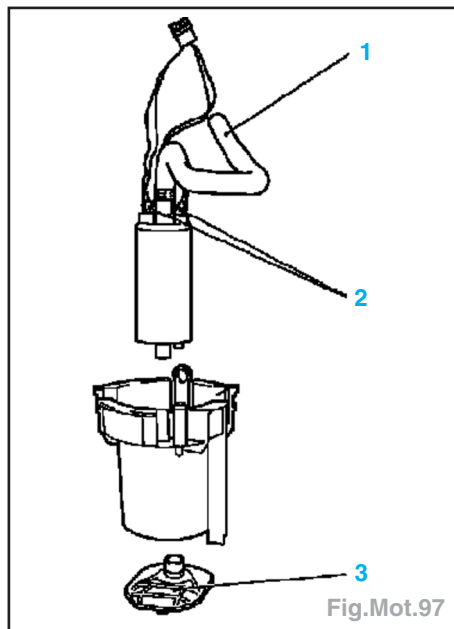

Fig.Mot.97
- Déconnecter la fiche du faisceau (2), déposer le flexible (1) de la pompe et déposer le filtre à carburant (3) (Fig.Mot.97).